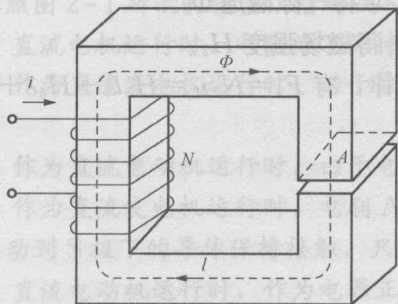

图 1-9
4. 若在上题的磁路中, 开一个长度 $\delta=5\times 10^{-4}\text{m}$ 的气隙, 已知铁芯截面积 $A=9\times 10^{-4}\text{m}^2$, 如图 1-9 所示。问铁芯中激励 1T 的磁通密度时, 所需的励磁磁动势和励磁电流为多少?